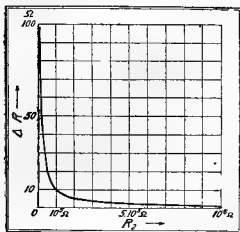

Рис. 4
Теперь, воспользовавшись полученным результатом, выясним, отчего зависит величина ΔR . Как показывает формула (3), ΔR обратно пропорционально величине шунтирующего сопротивления R_2 . Кроме того оно зависит от емкости в контуре и частоты, на которую настроен колебательный контур, и именно оно возрастает с их уменьшением. Принимая во внимание сказанное, приходим к выводу: **увеличение сопротивления сказывается тем меньше, чем:** 1) больше величина сопротивления, шунтирующего контур, и 2) больше величина емкости в контуре при данной длине волны принимаемой станции. Кривые изменения ΔR в зависимости от R_2 и C приведены на рис. 4 и 5.